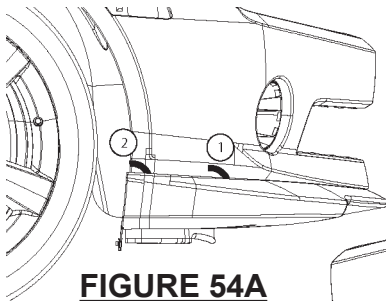

FIGURE 54A
16. Avec l'aide de deux personnes, retirer les languettes de ruban. Bien imprégner après chaque dépose de languette de ruban en appuyant fermement (15 lb) contre le revêtement. Se reporter aux figures 54a et 54b.